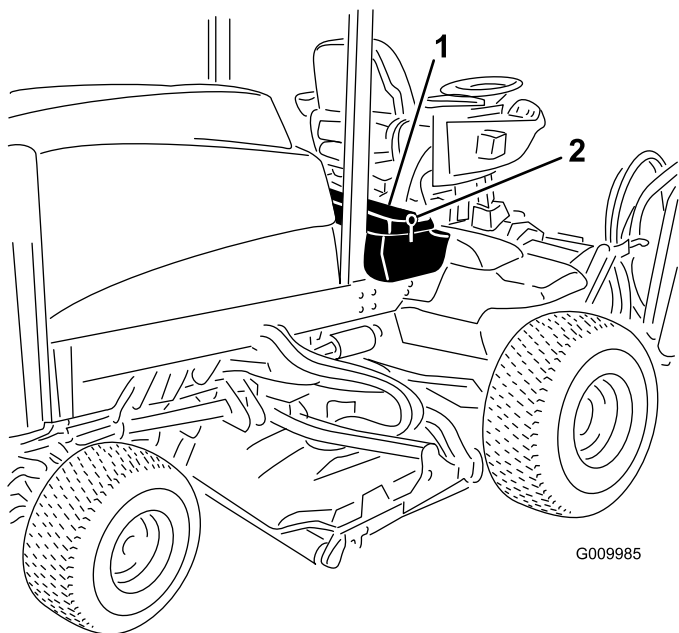
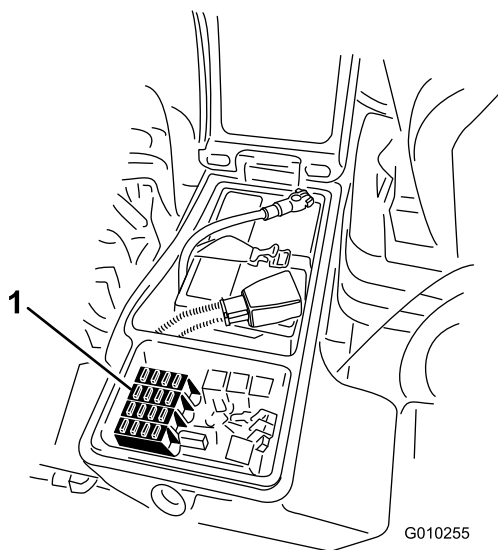

Figure 94
Figure 95
1. Ouvrez le verrou du couvercle du bac de rangement droit et soulevez le couvercle (Figure 94) pour exposer le porte-fusibles (Figure 95).
2. Remplacez le(s) fusible(s) dans les emplacements libres selon les besoins (Figure 95).
3. Refermez le couvercle du bac de rangement droit et fixez-le avec le verrou (Figure 94).